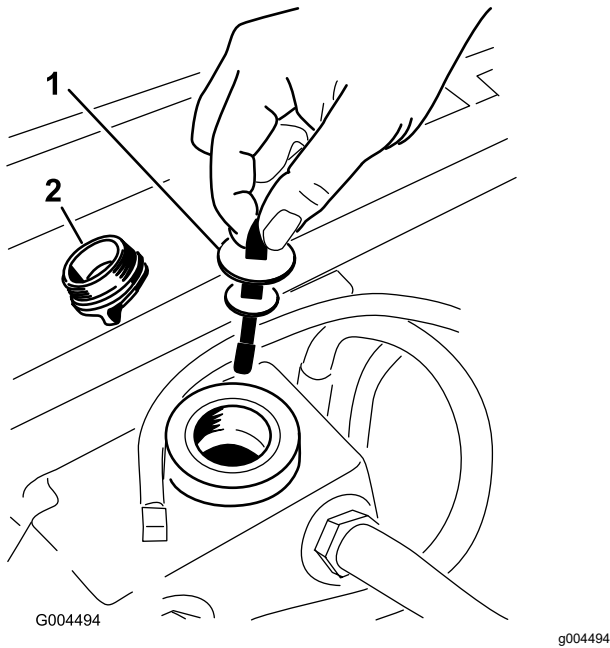

图 57
5. 从加油颈上取下液压加油盖 图 57。
6. 取出量油尺用干净的抹布擦拭图 57。
7. 将量油尺放入加油颈然后再取出检查液位图 57。